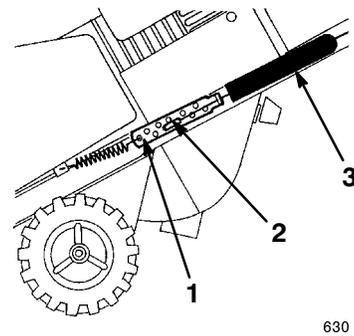

Figure 14
- B. Remontez la protection du ressort sur le câble pour exposer le dispositif de réglage (Fig. 14).